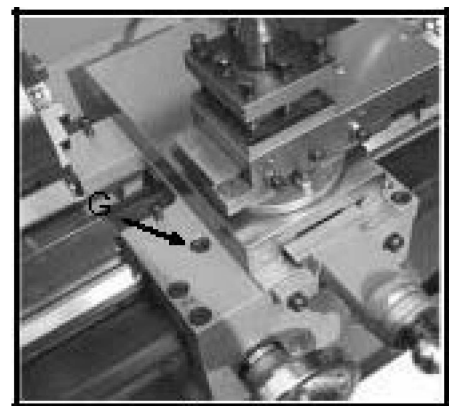

Fig. 26
3. Vagnens klämplåtar – Främre (E) och bakre plattor demonteras, planslipas och återmonteras. Lås vagnen med skruv (G, Fig. 26) vid behov (t.ex. spårning).